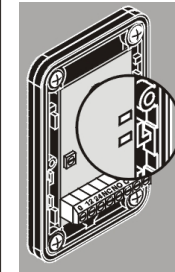

Fig. 12 / Bild. 12
Den Sender derart mit dem Empfänger ausrichten dass ein Strahlenbündel gebildet wird. Die rote Led LR wird gelöscht (Bild. 12).
- Die grüne Led schaltet sich ein, wenn der Empfänger stromversorgt wird (Bild. 12).
- Die rote Led schaltet sich ein, wenn Sender und Empfänger nicht korrekt ausgerichtet sind (Bild. 12).
Aligner l'émetteur et le récepteur de façon à ce que fasse le faisceau soit établi et la led rouge LR s'éteigne (Fig. 12).
la led verte est allumée quand le récepteur est alimenté (Fig. 12).
la led rouge est allumée quand le récepteur et l'émetteur ne son pas établi (Fig. 12).